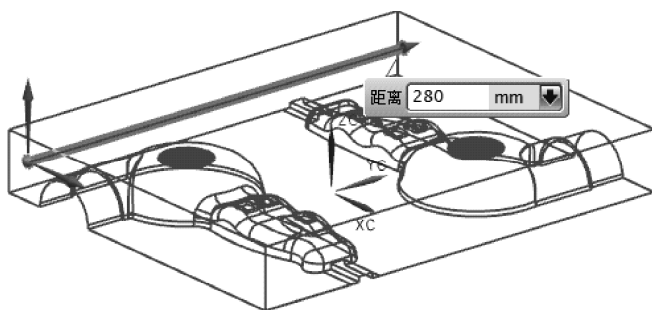

图 10-87 建立第一段管道
(7) 利用矢量工具为管道指定方向，并拖曳手柄或输入数值到合适长度，如图 10-87 所示。